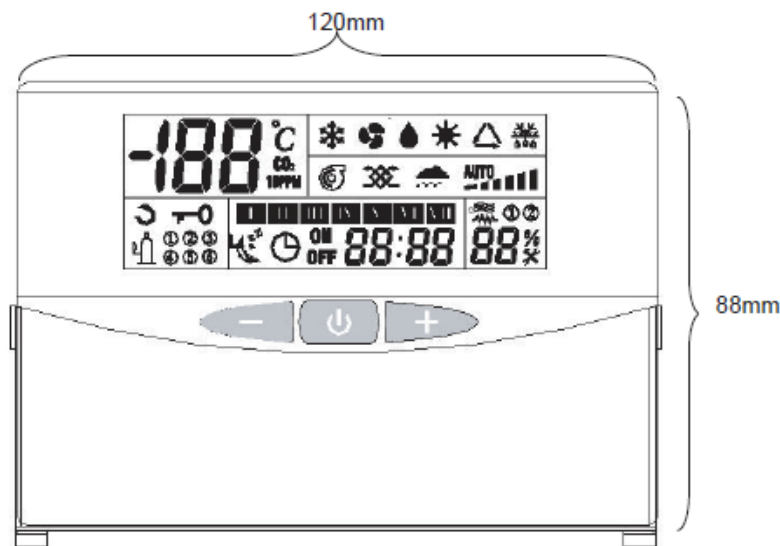

Рисунок 1
2.1 Габариты проводного пульта, рис. 1